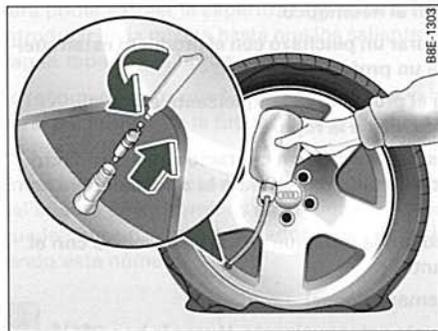

Fig. 240 Efectuar la reparación
- Retire la caperuzita de la válvula del neumático y desenrosque el obús de la válvula con el útil que se suministra ⇒ fig. 240.